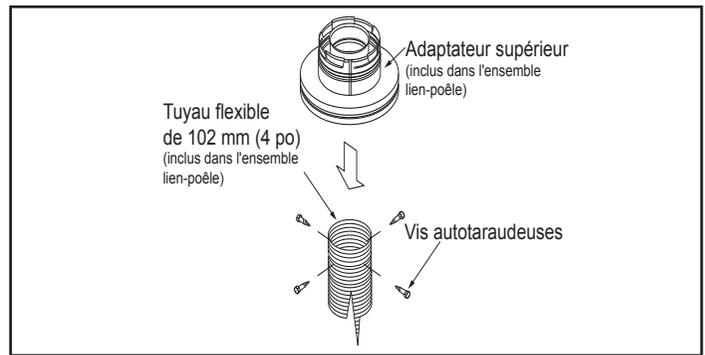

Figure 4.19
3. Connectez l'extrémité du tuyau flexible à la face inférieure de l'adaptateur supérieur au moyen de quatre vis autotaraudeuses. Voir la Figure 4.19.
5. Connectez la chemise flexible à l'adaptateur supérieur, au moyen de trois vis à tête. Voir la Figure 4.19.